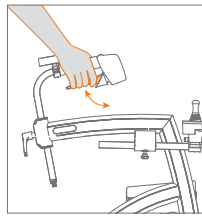

Abbildung 29: Lösen der Feststellbremse.
- d. Um den Rollator aus der Parkposition zu lösen, ziehen Sie die Handbremsen erneut an und lassen sie los (**Abbildung 29**). Der Rollator befindet sich nun nicht mehr in der Parkposition.